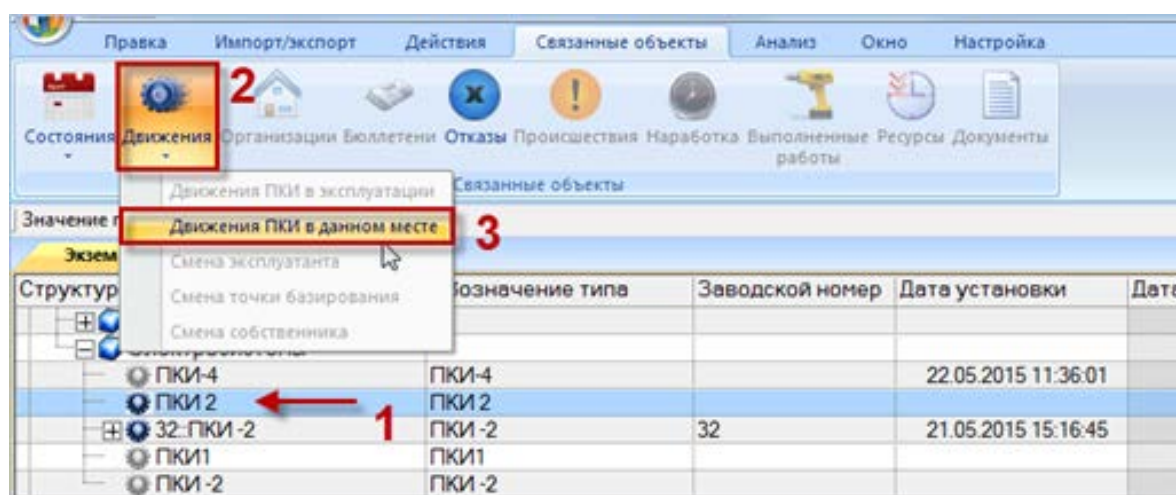

Рис. 23-25 – Открытие окна движений ПКИ в данном месте
- 3) Нажать кнопку «Движения» панели «Связанные объекты» и из раскрывшегося списка выбрать пункт «Движения ПКИ в данном месте» (рис. 23-25).